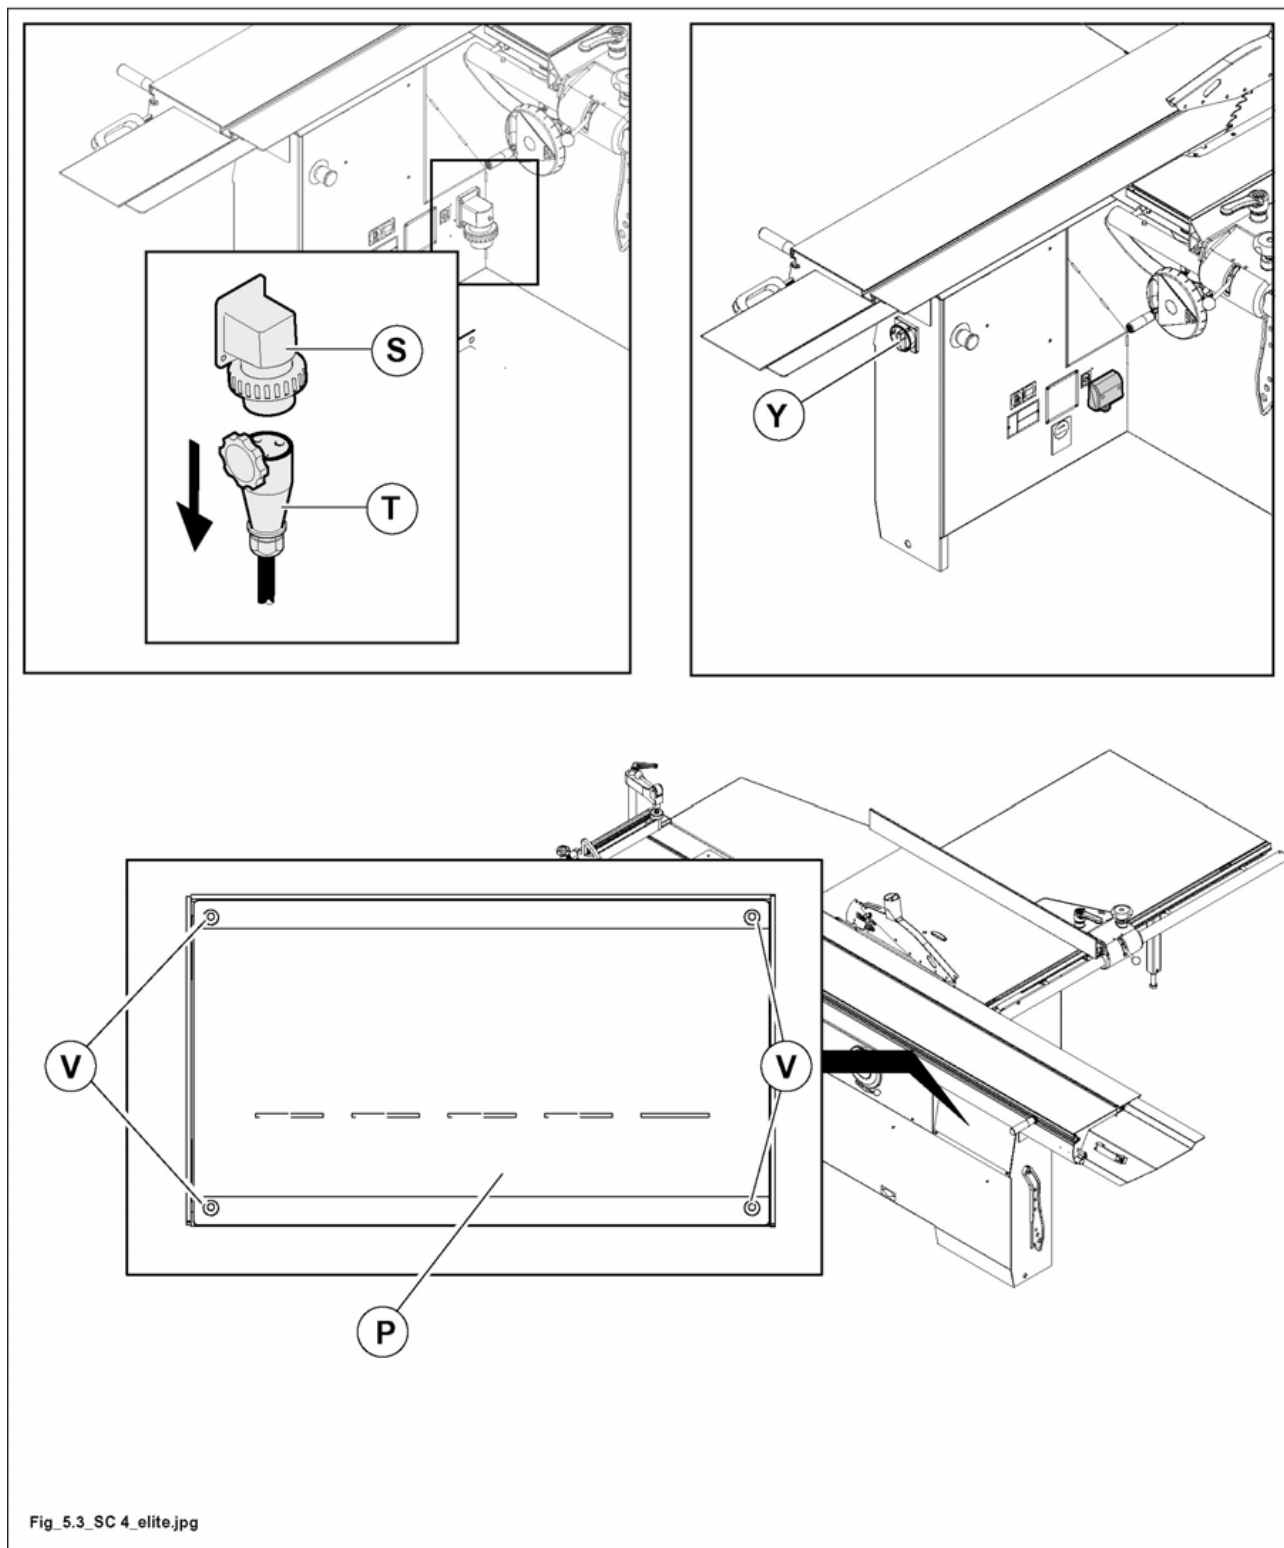

Abb. 5.3
bevor man die Maschine einstellt, muß man den Hauptschalter auf 0 stellen und den Stecker (S Abb. 5.3) von der Steckdose (T Abb. 5.3) abstecken.
haupt schalter (Y Abb. 5.3) auf 0 (OFF) drehen und abschliessen, dann dies durch Warnschild bekanntgeben.*
- zum Öffnen der Platte (P Abb. 5.3) die Schrauben (V Abb. 5.3) ausdrehen.
- platte schliessen (P Abb. 5.3).